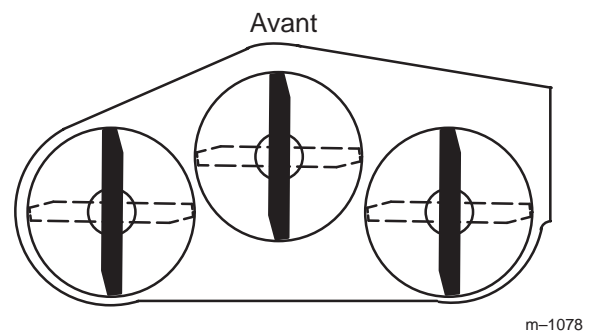
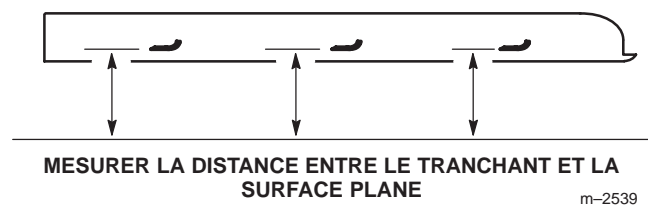

Figure 29
Figure 30
1. Tournez les lames pour qu'elles soient toutes dirigées dans le sens longitudinal (Fig. 29). Mesurez la distance entre la surface plane et le tranchant des lames (Fig. 30) et notez cette valeur.